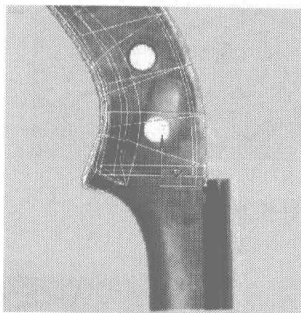
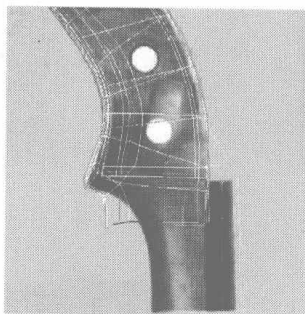
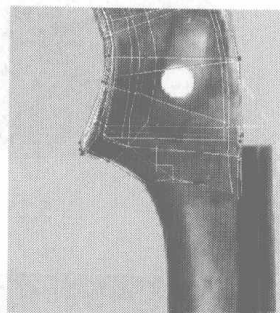

图 5.251
图 5.252
图 5.253
- 23** 选择如图 5.251 所示的曲线，按住 Shift 键向下拖动，复制出如图 5.252 所示的边沿。调整模型上的点到如图 5.253 所示的位置。